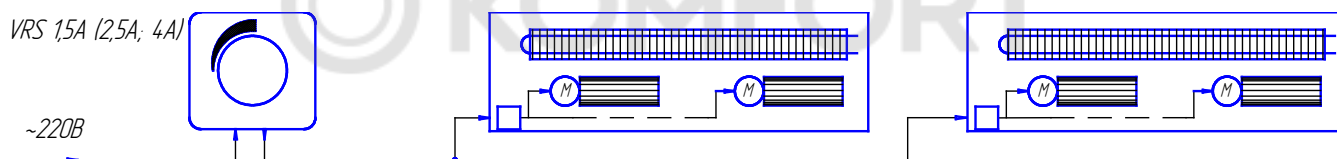

Рис. 6 Схема ручного управления оборотами вентиляторов.
6.4. Профилированные корпуса конвекторов изготавливаются из стального листа толщиной 0,8мм, а также по заказу - из нержавеющей стали. Корпуса конвекторов из нержавеющей стали, как правило, изготавливаются корытообразной формы с уклонами и выпускным патрубком для стока попадающей в корпус жидкости. Корпус после покраски окантовывается декоративным алюминиевым профилем. Монтажные отверстия под подводящий трубопровод располагаются на торцевых поверхностях корпуса (см. рис.6, 7, 8). По заказу монтажные отверстия выполняются на боковых или донной поверхностях корпуса конвектора.
Применяя различные по мощности регуляторы, можно подобрать один регулятор на несколько приборов (рис.6). Подбор регуляторов оборотов производится по количеству вентиляторов, присоединяемых на один регулятор (см. табл.2). Количество вентиляторов в различных моделях конвекторов «Бриз В» - см.табл.7, 9.